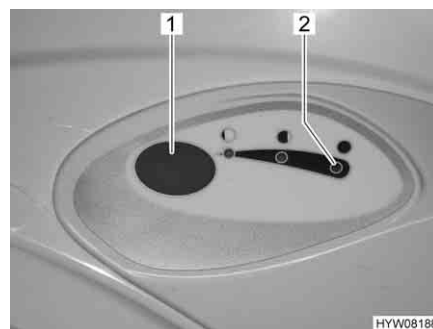

Fig. 196 Pulsante dello sciacquone/spia di controllo toilette Thetford
- Per sciacquare premere il pulsante blu (Fig. 196,1).
La spia di controllo (Fig. 196,2) si accende quando il serbatoio fecale deve essere svuotato.